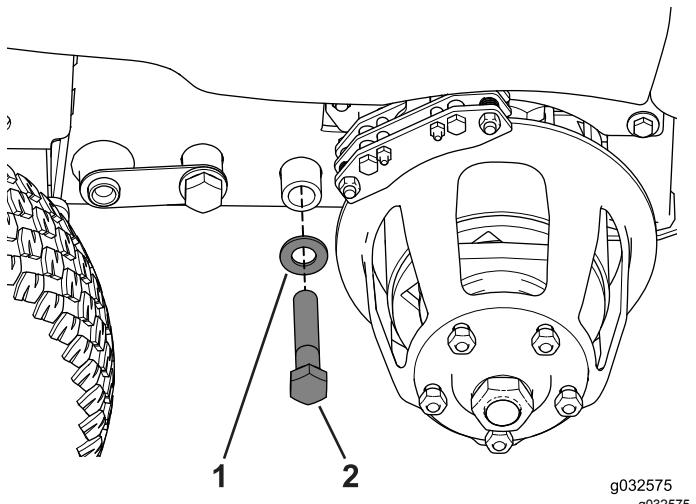

Figura 116
- Retire los pernos y las arandelas que están más próximos a los cubos de las ruedas traseras (Figura 116).